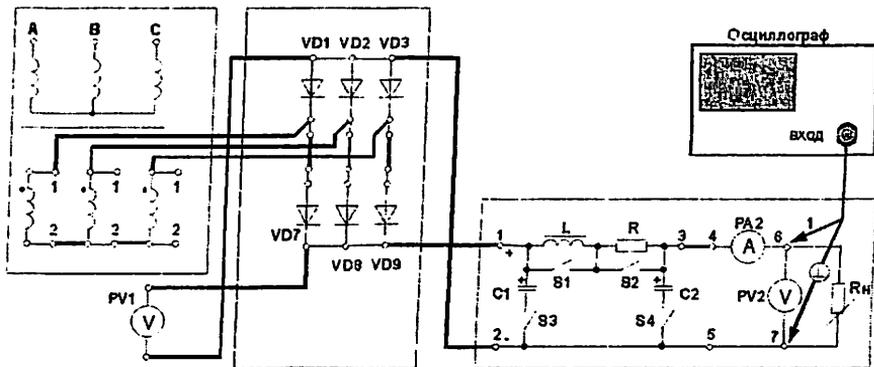

Рис. 13.1. Трехфазная мостовая схема выпрямления разомкнутого типа со сглаживающим фильтром
- Собрать схему, приведенную на рис.13.1.